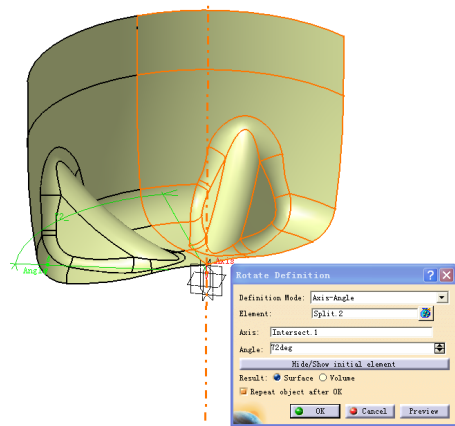
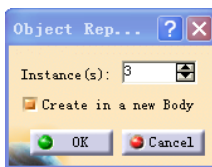
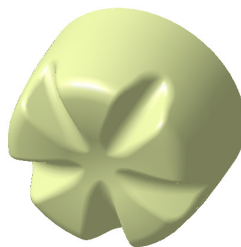

图 4-431
图 4-432
图 4-433
③ 单击 Rotate (旋转) 图标, 选择旋转的元素为刚刚建立的 Split.2, 选择 Intersect.1 为轴线, 旋转的角度为 72° , 并选中 Repeat object after OK 复选框, 如图 4-431 所示, 然后单击 OK 按钮完成旋转操作。如图 4-432 所示, 在 Object Repetition 对话框中的 Instance(s) 数值框内输入 3, 单击 OK 按钮完成操作, 结果如图 4-433 所示。